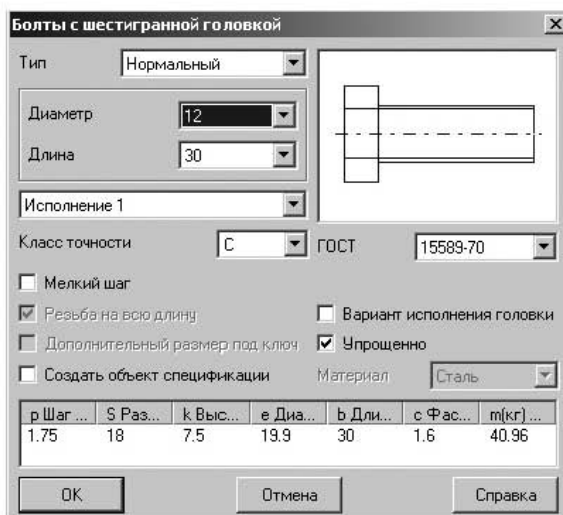

Рис. 2.4. Окно выбора параметров болта
4. В появившемся на экране окне (рис. 2.4) укажите параметры вставляемого изделия. Например, выберите ГОСТ 7798–70, диаметр 12 мм и длину болта 30 мм. При необходимости установите флажки **Создавать объект спецификации** и **Упрощенно**, а после нажмите на кнопку **ОК**.